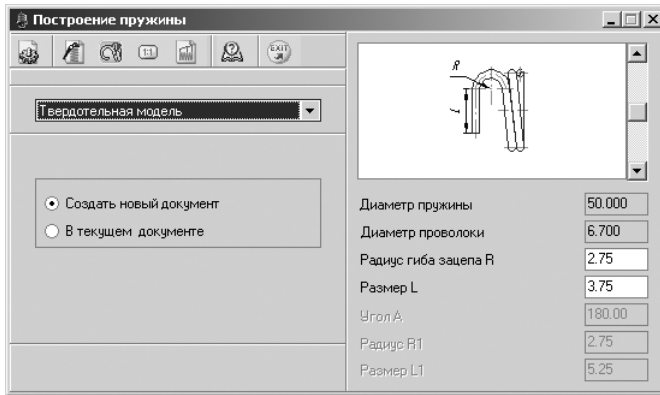

Рис. 4.102. Диалоговое окно **Построение пружины** после щелчка по кнопке  – **Параметры зацепов**, а затем во всплывающем меню по пункту **Левый зацеп**
- щелкните в диалоговом окне **Построение пружины** на панели инструментов по кнопке  – **Параметры зацепов**, а затем во всплывающем меню по пункту **Левый зацеп**. Появится в правой части диалогового окна **Построение пружины** панель для определения типа левого зацепа, см. рис. 4.102;